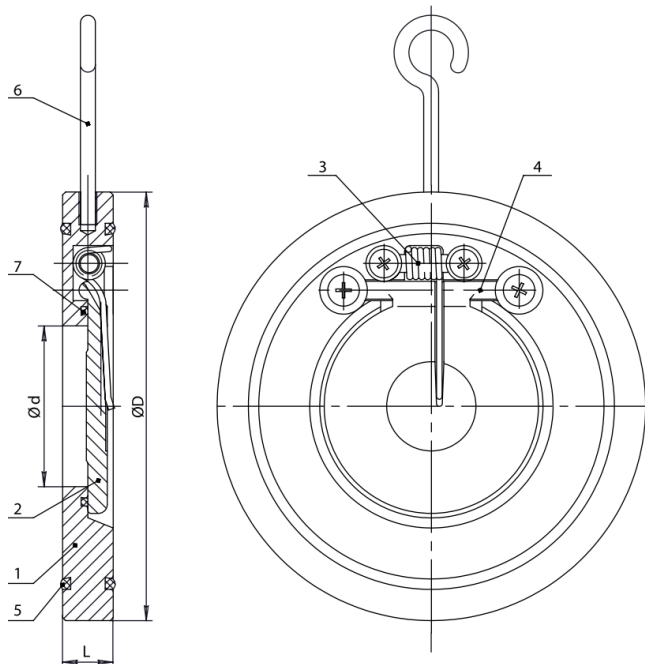

Рис. 1
1.3.1. Основные элементы конструкции клапана приведены в табл. 1, на рис.1.
1.3.2. Под действием прямого потока рабочей среды диск (2) перемещается по оси вращения (4) и открывает клапан. При отсутствии прямого потока рабочей среды под действием пружины (3) и собственного веса диск (2) перекрывает движение обратного потока среды (рис.1).